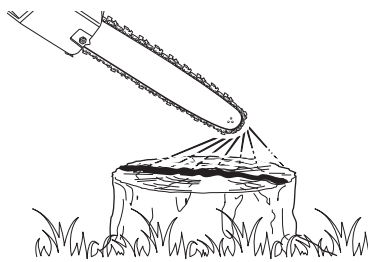

Fig. 14
3. Allumez l'appareil (voir la section « interrupteur marche/arrêt » ci-dessous) ; continuez à appuyer sur l'interrupteur marche/arrêt [18] et vérifiez si l'huile de chaîne est approvisionnée comme illustré sur l'image (Fig. 14).